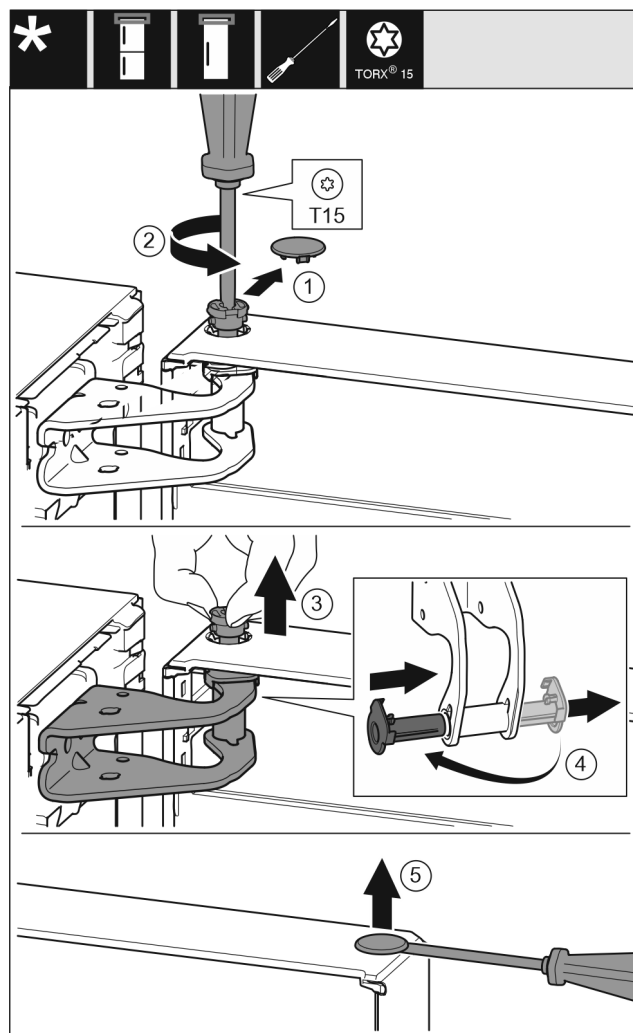

Fig. 9
- ▶ Træk forsigtigt sikringsafdækningen af Fig. 9 (1)
- ▶ Skru boltten lidt ud med en skruetrækker T15. Fig. 9 (2)
- ▶ Hold fast i døren, og træk boltten ud med fingrene. Fig. 9 (3)
- ▶ Træk legebøsningen ud af føringen. Sæt den i fra den anden side, og lad den gå i indgreb. Fig. 9 (4)
- ▶ Løft forsigtigt propperne ud af lågens legebøsning med en kærveskruetrækker, og træk dem ud. Fig. 9 (5)